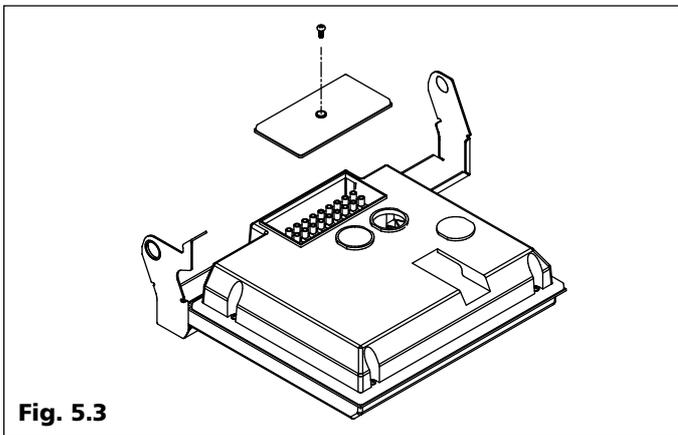

Fig. 5.3
- togliere la copertura allacciamenti elettrici agendo sulla vite di fissaggio (fig. 5.3);